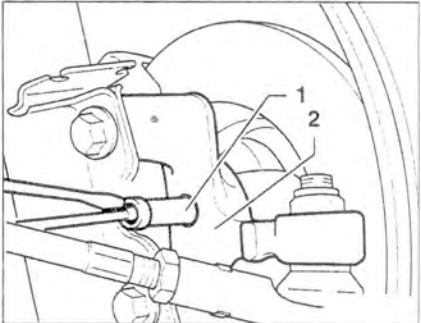

Рис. 6.7. Осторожно отсоедините датчик 1 частоты вращения колеса от поворотного кулака 2 с помощью отвертки.
5. Осторожно отсоедините датчик 1 частоты вращения колеса от поворотного кулака 2 с помощью отвертки (рис. 6.7).